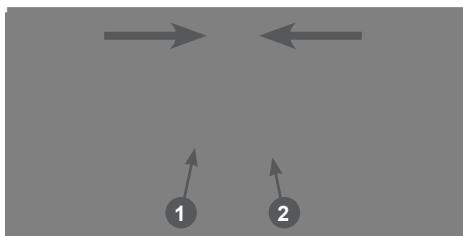

Рис. 23 Подключение
14. Соедините разъёмы цепи питания фары и обогрева рукояток (Рис. 23).